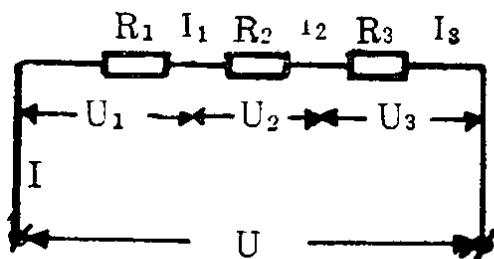

图 1-6
(3) 并联电路里总电阻的倒数，等于各并联电阻的倒数之和。即  $\frac{1}{R} = \frac{1}{R_1} + \frac{1}{R_2} + \dots + \frac{1}{R_n}$
**例4** 如图1-6所示，三个电阻串联，分别为 $R_1 = 10\Omega$ ,  $R_2 = 15\Omega$ ,  $R_3 = 20\Omega$ ，连接在 $U = 15V$ 的电池组上。求：